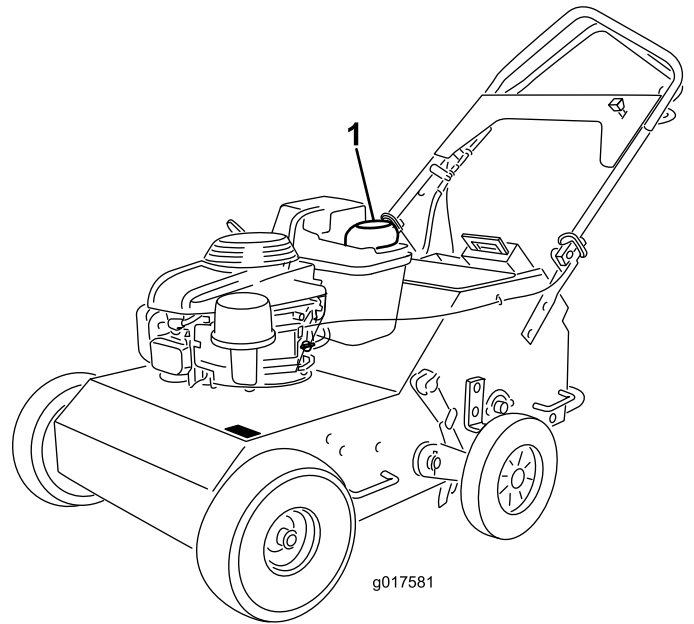

Figura 8
1. Limpie alrededor del tapón del depósito de combustible (Figura 8).